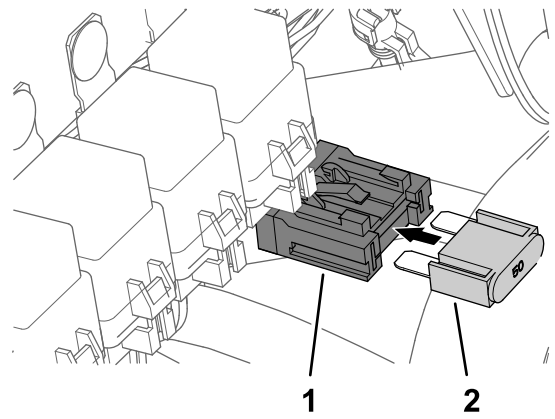

Figura 191
7. Insira o fusível (50 A) no bloco de fusíveis em linha até que o fusível esteja totalmente encaixado (Figura 191).